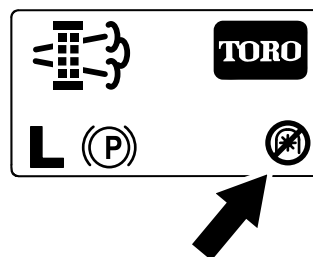

Figura 50
**Nota:** Sulla schermata Home viene visualizzata l'icona di disabilitazione della PDF (Figura 50).
**Nota:** Sulla schermata Home viene visualizzata l'icona di disabilitazione della PDF; fate riferimento a Figura 50 in Messaggi relativi alla rigenerazione parcheggiata \(pagina 38\).